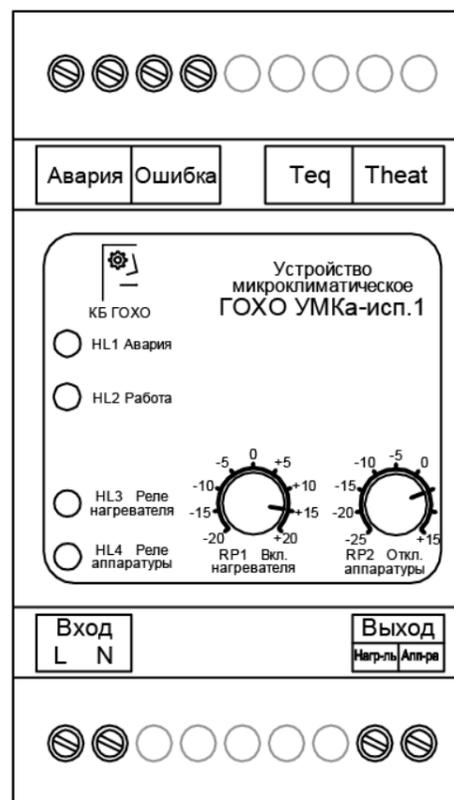

Рисунок 1. Внешний вид устройства.
- 3.2 Внешний вид устройства приведён на Рис. 1.